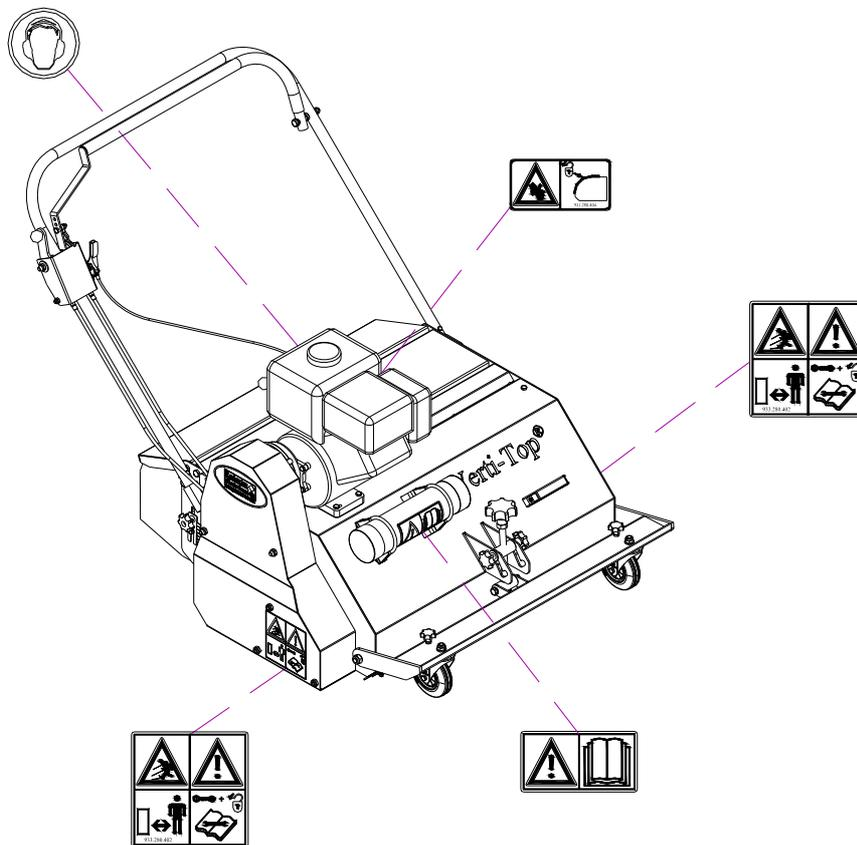

Fig. 8
A ambos lados de la Verti-Top Walk Behind, en el panel lateral y en la cubierta trasera y la delantera hay pegatinas de seguridad (Fig. 8) con un significado parecido. Estas pegatinas de seguridad siempre deben ser bien visibles y legibles y deben ser repuestas cuando estén dañadas.
(7) Colocación de pegatinas de seguridad. (Fig. 8)